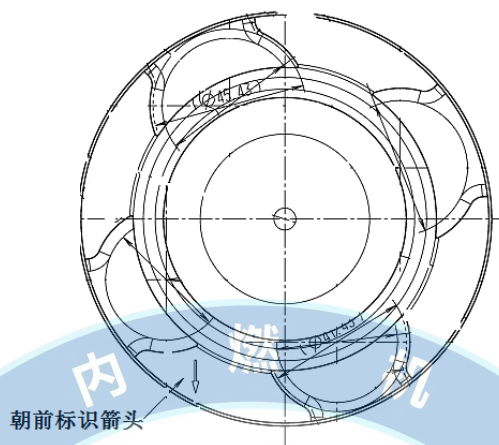

图4 活塞朝前箭头标识图
8.6.1 松开连杆螺栓，拆下连杆盖，在连杆体和连杆盖内分别装上连杆瓦。将活塞连杆总成装入缸筒，安装时活塞顶面朝前箭头标识应朝向发动机前端，如图4所示。连杆不能与缸孔及曲轴连杆轴径碰撞，不得强行装配。注意在装配前应在缸套内表面喷涂机油。